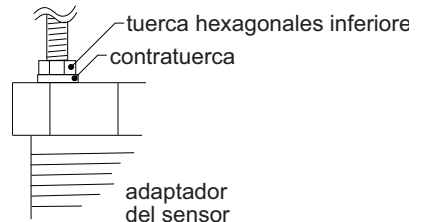

Fig. 8
- Roscar una tuerca hexagonal en cada una de las tres varillas roscadas suministradas con el sistema. Instalar la varilla roscada con una arandela de sujeción en el adaptador del sensor. Afianzar las varillas apretando cada tuerca hexagonal contra el adaptador del sensor (fig. 8).